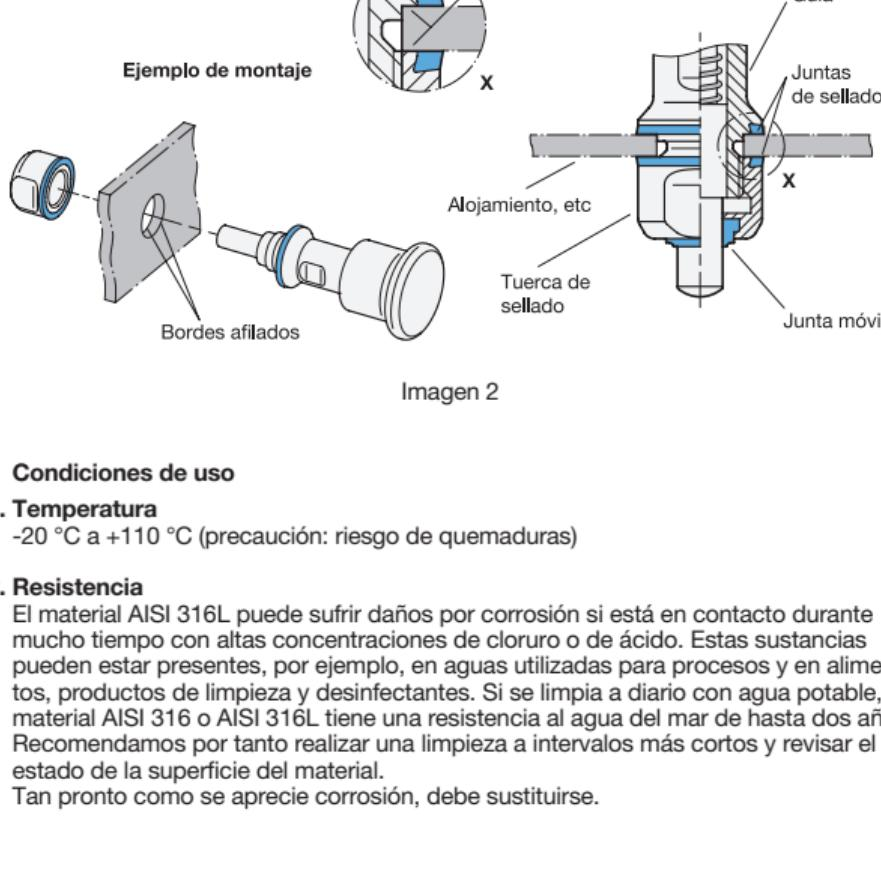

Imagen 2
- El orificio de alojamiento debe haberse dispuesto de tal modo que las puntas metálicas dentro de las juntas de sellado se apoyen si es posible completamente en la base y permitan una sujeción en bloque (tope metálico) (tolerancia de +0,05/+0,2). Las juntas de sellado deben apoyar por completo en la base (imagen 2).